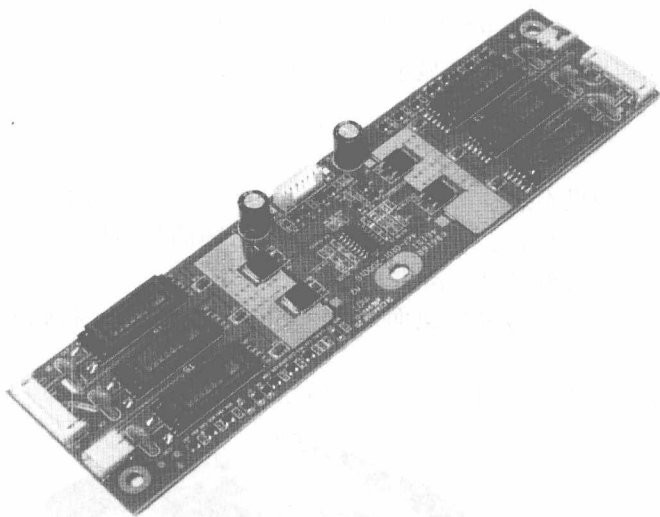

图 15-6 取下液晶显示器的 CCFL 背光灯管驱动块
步骤⑦ 使用螺丝刀将液晶显示器 CCFL 背光灯管驱动模块的螺丝卸下，然后拆下连接电缆，如图 15-6 所示。